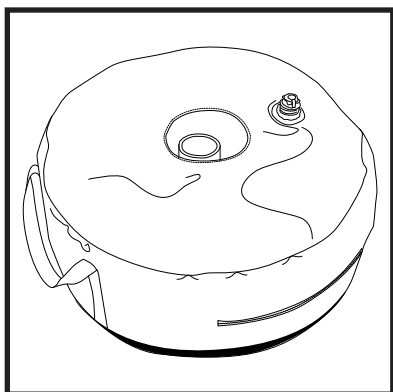

Abb. 14
10. Schieben Sie das Wassergewicht auf die Mastbasis (Abb. 14).